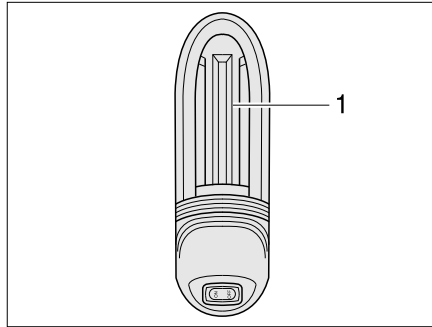

Fig. 380 Lampada del garage
- Spingere leggermente verso l'alto la copertura della lampada (Fig. 380,1) ed estrarla.